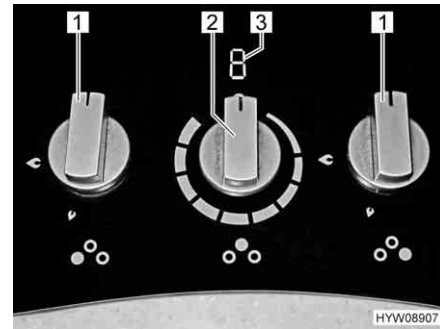

Fig. 134 Elementi di comando del fornello a gas con piano di cottura a induzione
- Ruotare il pomello girevole (Fig. 134,1) dell'impianto a fiamma libera desiderato in posizione accesa (fiamma alta).
- Ruotare sulla posizione 0 il pomello girevole (Fig. 134,1). La fiamma si spegne.
- Ruotare il pomello girevole (Fig. 134,2) del piano di cottura a induzione nella posizione desiderata. L'indicatore (Fig. 134,3) mostra il valore impostato.
- Ruotare il pomello girevole (Fig. 134,2) del piano di cottura a induzione in posizione 0. L'indicatore (Fig. 134,3) si spegne. Successivamente allo spegnimento, finché la temperatura del piano di cottura a induzione risulta superiore a 60 °C l'indicatore mostra la lettera "H" (indicazione del calore residuo).
Sul piano di cottura a induzione sono indicate le seguenti informazioni (Fig. 134,3):